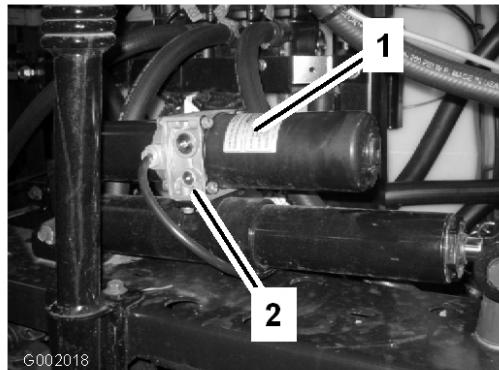

Figura 69
1. La valvola di sicurezza manuale è situata sull'attuatore di ogni barra. La valvola di sicurezza manuale è la valvola più piccola, che si trova solo su un lato del corpo dell'attuatore (Figura 69).